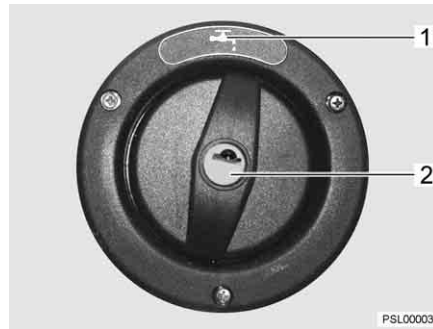

Bild 178 Påfyllningsöppning för dricksvatten
Påfyllningsöppningen för dricksvatten är märkt med symbolen "☕" (Bild 178,1). Locket låses och låses upp med nyckeln till de utvändiga låsen (utvändiga luckorna).
- Stick in nyckeln i låscylindern (Bild 178,2) och vrid ett kvarts varv moturs.
- Öppna påfyllningsöppningen för dricksvatten (Bild 178) (se kapitel 6).